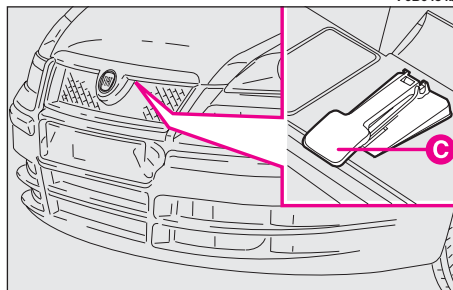

fig. 161
- press lever **C**-fig. 161 on the bonnet;